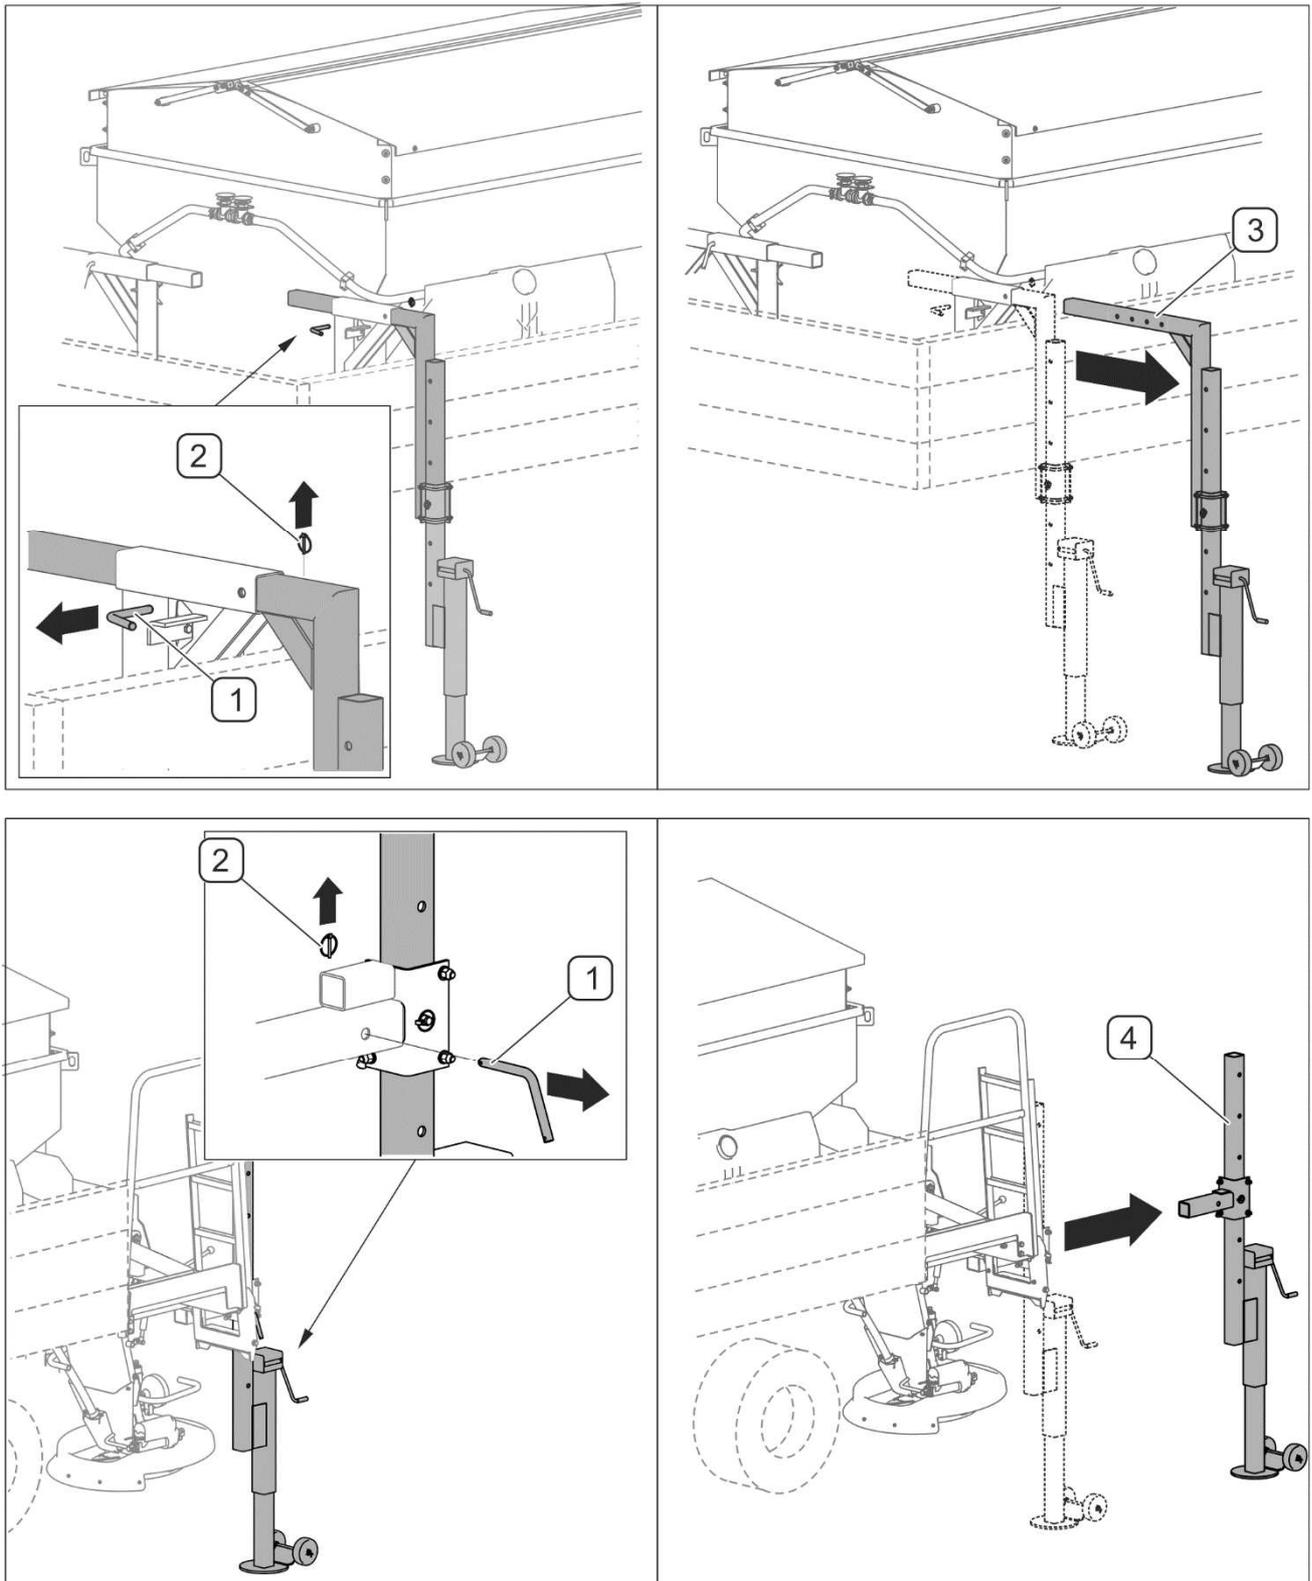

ABBILDUNG 4.7 Demontage der Stützfüße
- Wenn die Maschine vollständig auf der Ladeplattform aufliegt, müssen die Splinte (2) und die Stifte herausgezogen werden, mit denen die Stützen in den Führungen gesichert werden (ABBILDUNG 4.7).
- Die vorderen (3) und hinteren (4) Stützfüße müssen für die spätere Verwendung aufbewahrt werden.